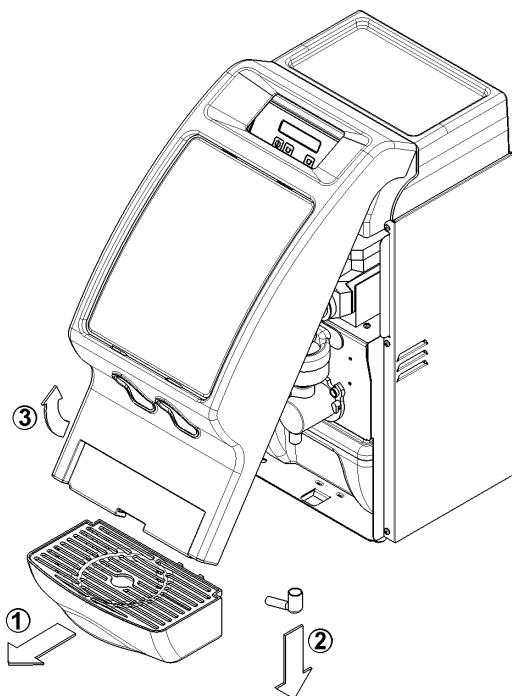

Bild 1
- Entfernen Sie den Tropfenfängerkasten (1), die Ausgabedüsen des Produktes (2) und dann die vordere
Abdeckung des Automaten (3). (Bild 1).
- 6** Bringen Sie die vordere Abdeckung, die Ausgabedüsen und den Tropfenfängerkasten wieder an, indem Sie in umgekehrter Reihenfolge als zuvor beschrieben vorgehen (Bild 1).